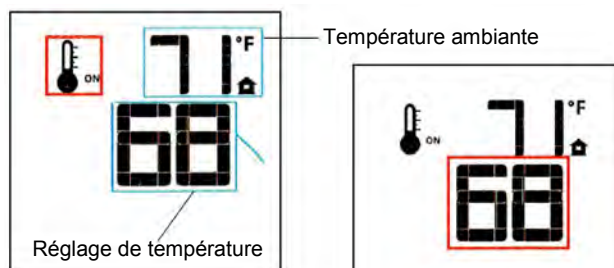

Figure 74. Thermostat activé («ON»).
- Pour activer cette fonction, appuyez sur la touche «Thermostat». L'afficheur indiquera que le thermostat ambiant est activé («ON») et affichera le réglage de température actuel. Fig. 74.